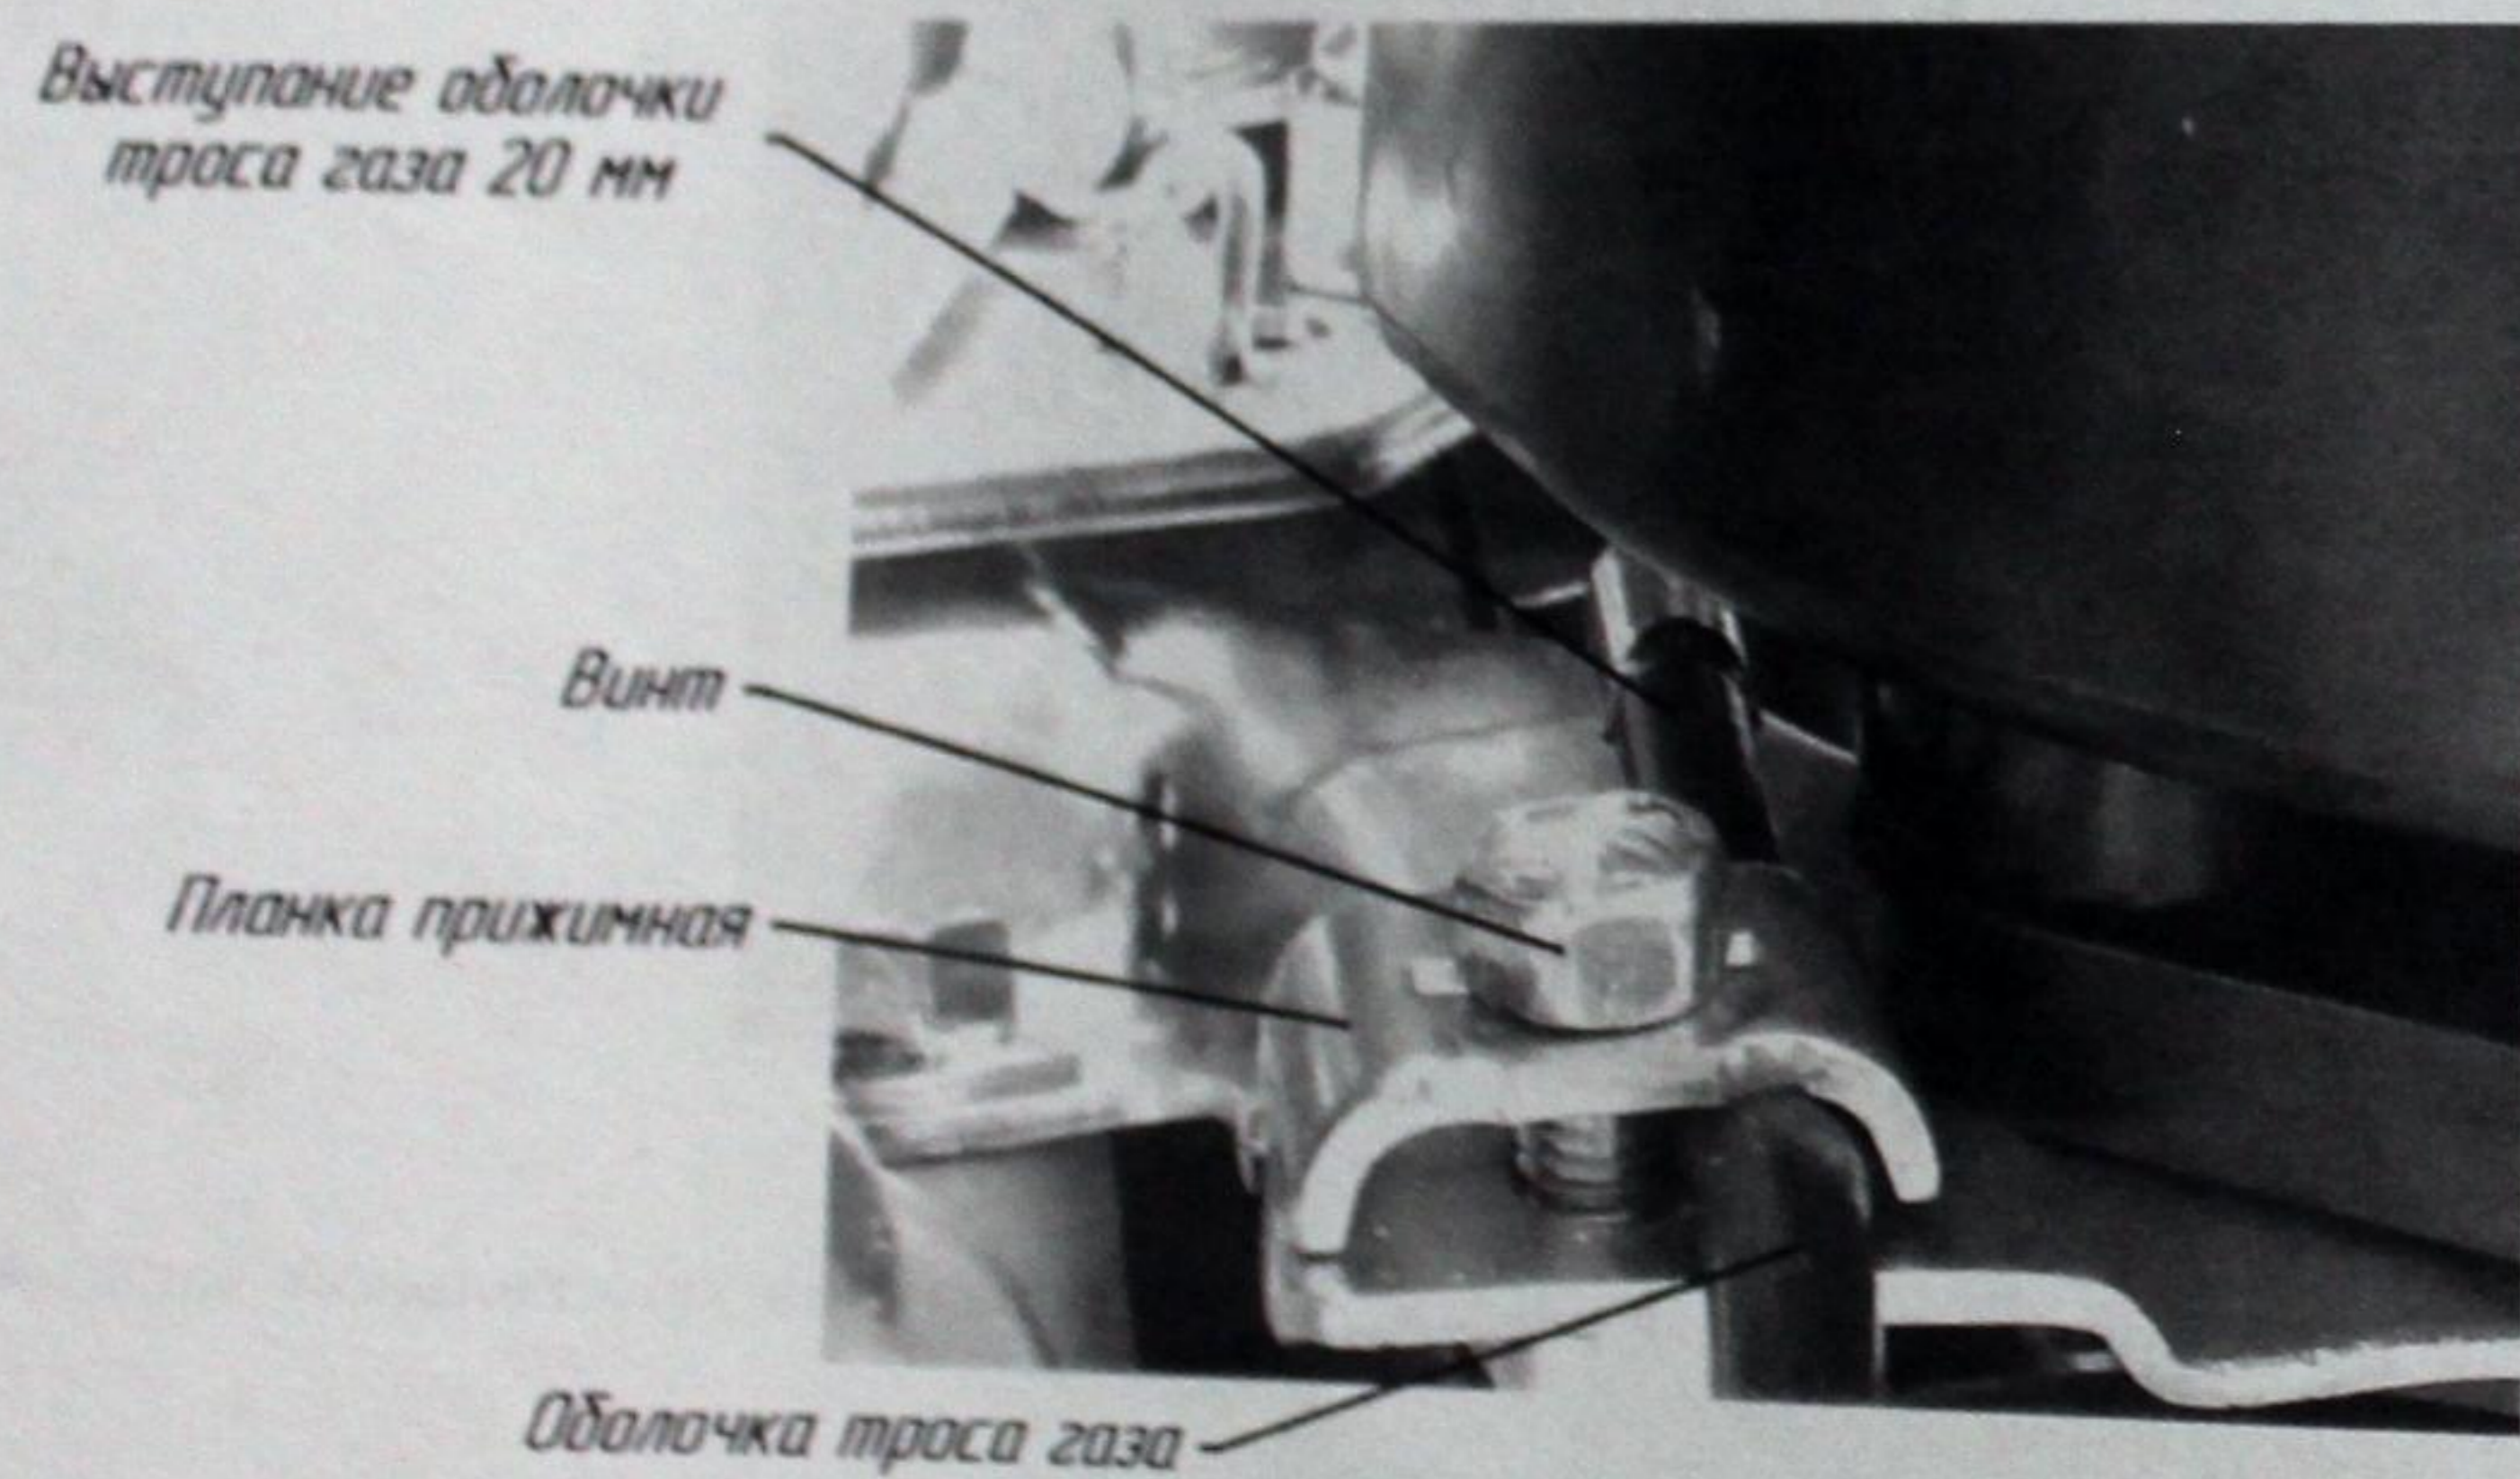

Рис. 5
- Оболочку троса газа завести под прижимную планку, обеспечив выступание оболочки 20 мм (см. рис.5);